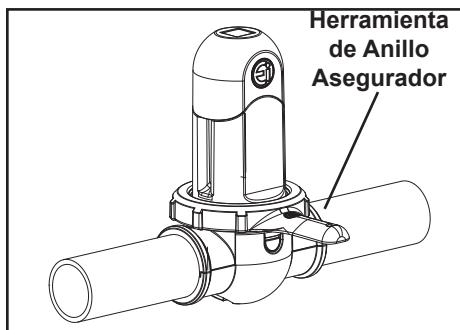

Figura 27. Anulando el anillo asegurador
6. Vuelva a colocar la tapa en la celda y inviertala (ver Figura 27).
7. Con gafas protectoras y guantes, añada una (1) parte de ácido muriático a diez (10) partes de agua y mezclar.
6. Vuelva a colocar la tapa de hibernación (ver Figura 27).